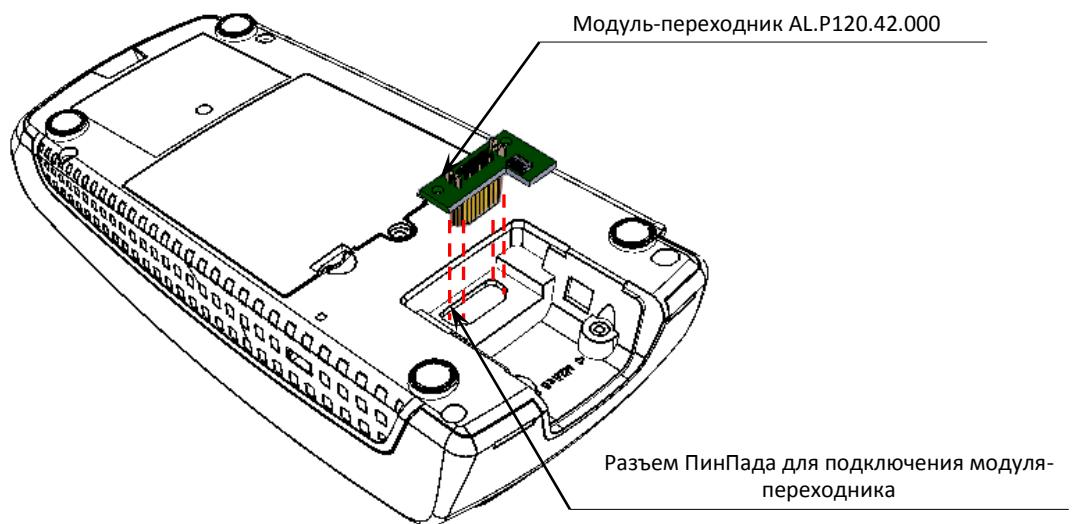

Рисунок 15. Отключение модуля-переходника AL.P120.42.000
- Подключить к разъему ПинПада модуль-переходник AL.P120.42.000 – установить контакты разъема **ХР1** модуля-переходника в разъем ПинПада (см. рисунок 15).